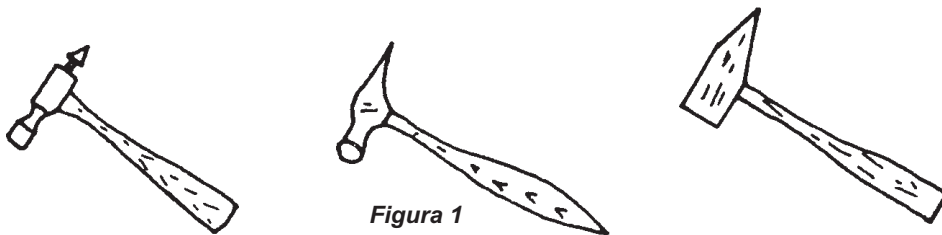

Figura 1
**Martillo.** Está constituido por un mango de madera y una cabeza de acero; uno de sus extremos es ancho y plano y el otro, en forma de bola o punta. Los hay de diferentes tamaños y sirven para golpear directamente en la hojalata o bien, en otra herramienta (figura 1).